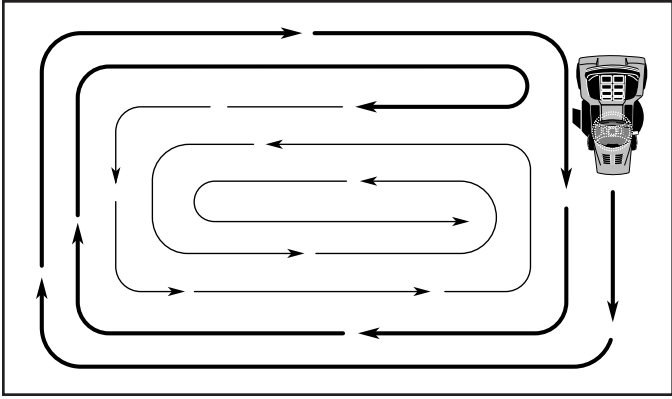

Fig. 27
- Pour tondre une grande surface, on vous conseille de commencer par tourner à droite, de façon à ce que l'herbe ne soit pas déversée sur les arbustes, les clôtures, les allées, etc. Après un ou deux tours, tondez en sens inverse en tournant à gauche jusqu'à ce que le travail soit achevé (Voir la Fig. 27).